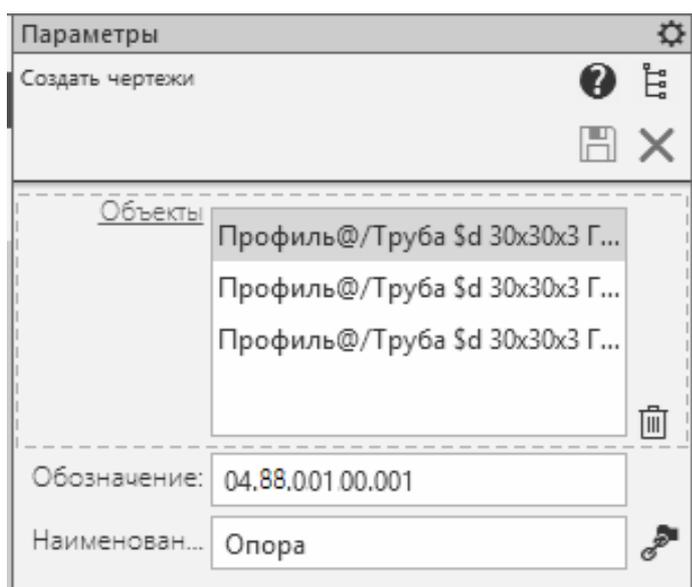

Рис. 12.1. Выделение объектов кронштейна (первого)
1. На вкладке **Оформление** выберите команду «Создать чертежи деталей конструкции»  (панель **Оформление**). На панели **Параметры** откроется окно **Создать чертежи**. Последовательно выделите детали (1 – Опора, 2 – Полка, 3 – Раскос), входящие в состав «Кронштейна». Их наименования будут отображены в окне. Заполните поля «**Обозначение** и **Наименование**» (рис. 12.1).